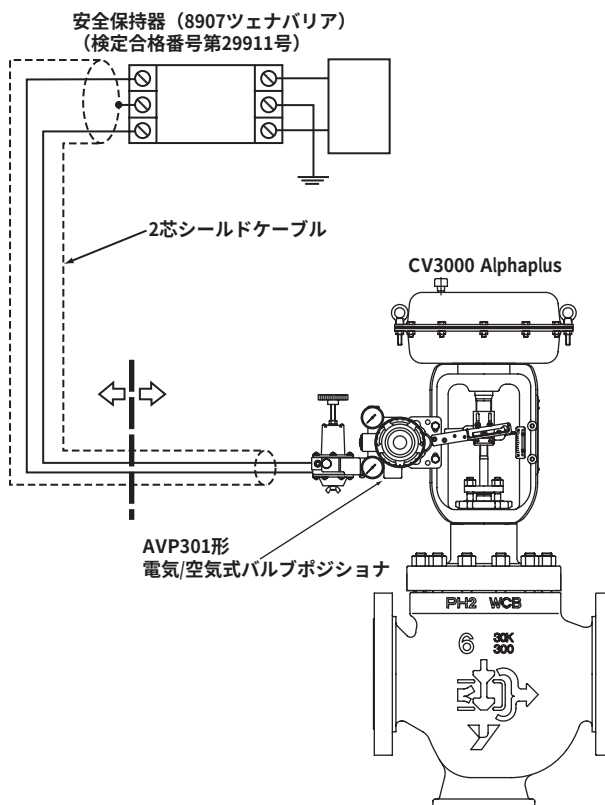

図2-10 本質安全防爆形の配線
- ・ 図2-10に示されている本質安全防爆用の機器以外とは組合わせないでください。